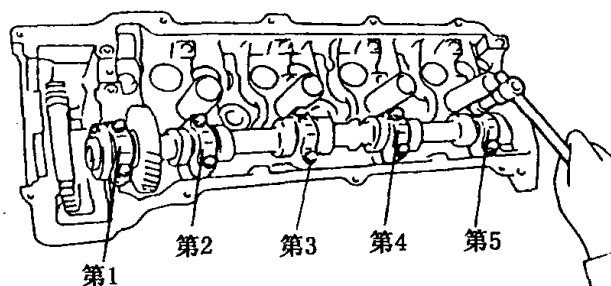

图1-1-7 拆下轴承盖
②见图1-1-7,均匀的松开并拆下第1、2、4、5号轴承盖螺栓和轴承盖。注意:这一步不要拆下第3号轴承盖螺栓。